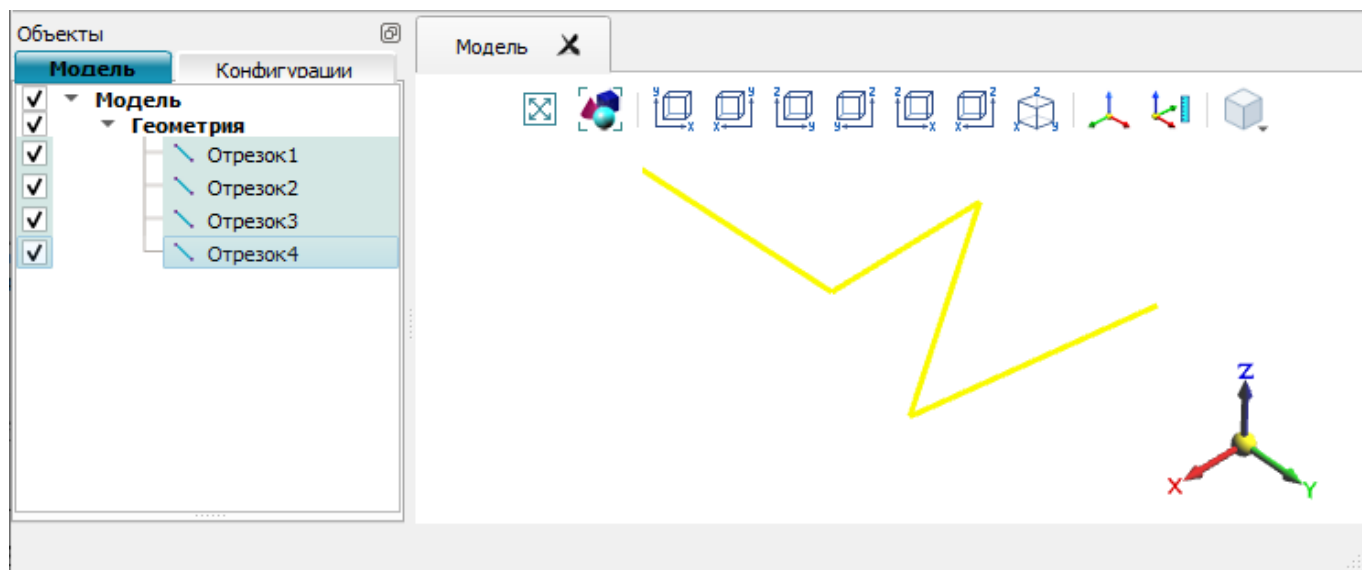
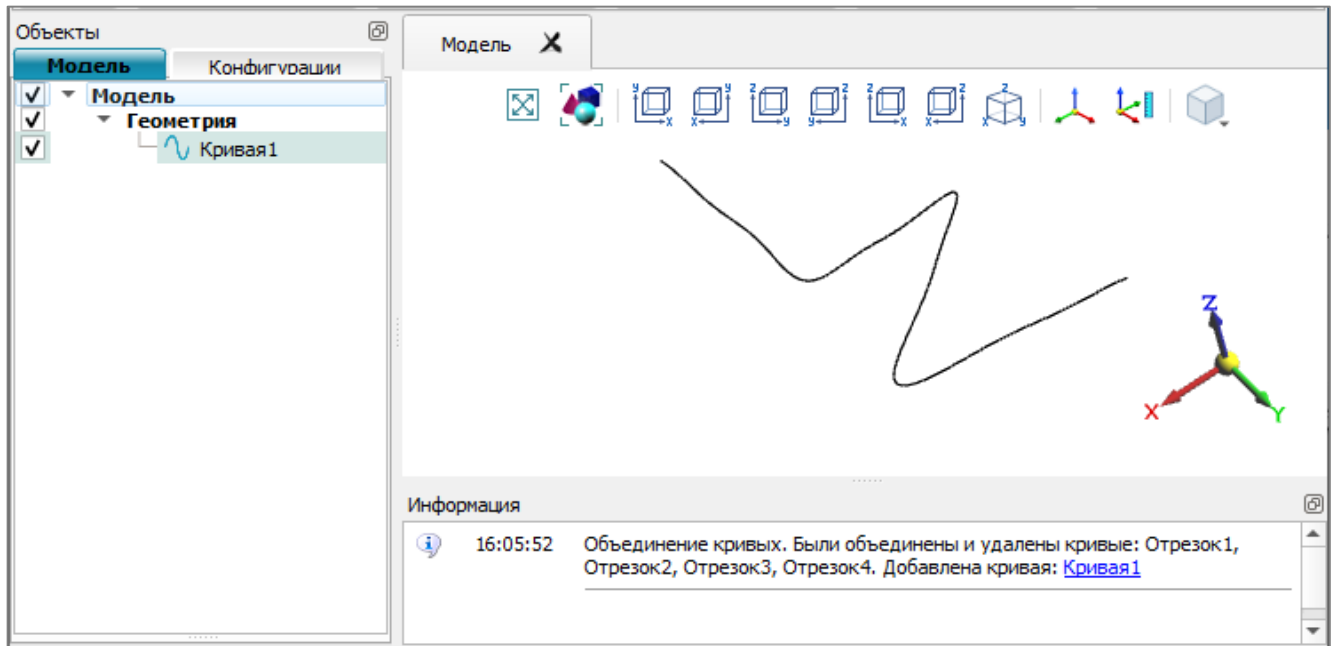

Рис. 32
Рис. 33
1) выделить в дереве или в окне визуализации связанные между собою кривые *Отрезок1*, *Отрезок2*, *Отрезок3*, *Отрезок4* (рис. 32);
7.7.2. В результате выполнения операции в приведенном примере будет создан один объект *Кривая1* (рис. 32). Объекты *Отрезок1*, *Отрезок2*, *Отрезок3*, *Отрезок4* будут удалены. Сообщение о выполнении будет добавлено в окно «Информация» (рис. 33).